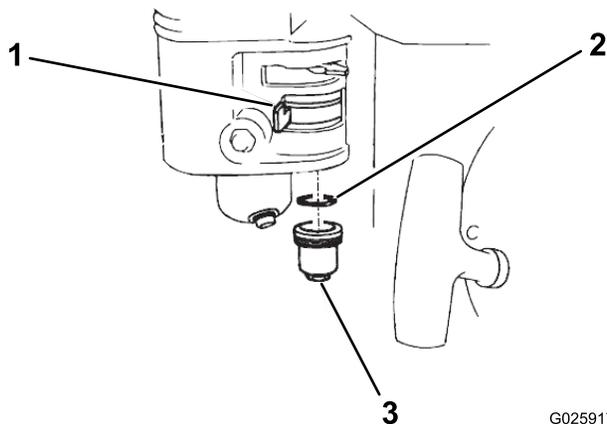

Figure 32
1. Amenez le robinet d'arrivée de carburant en position fermée, puis déposez la cuvette de décantation et le joint torique (Figure 32).